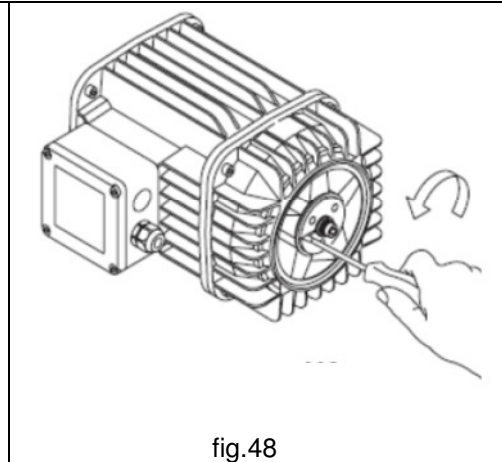

fig.48
5. Enlever la bague du sabot en la débloquent. Si nécessaire, agir à l'aide d'un tournevis dans la fissure (fig. 48);